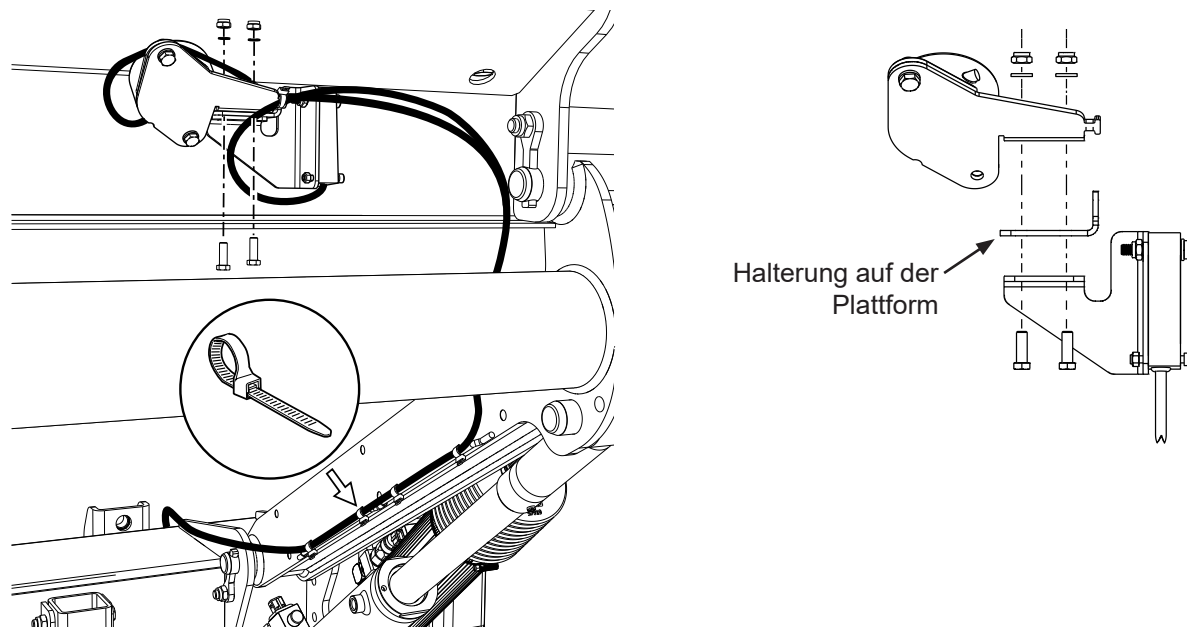

Abb.56. Einbau des Winkelsensors für die Kippautomatik (Autotilt)
1. Die Winkelsensoren mit den dazugehörigen Schrauben, Muttern und Einschüben an der Plattform anbringen und das Kabel mit Kabelband befestigen, siehe Abb.56.